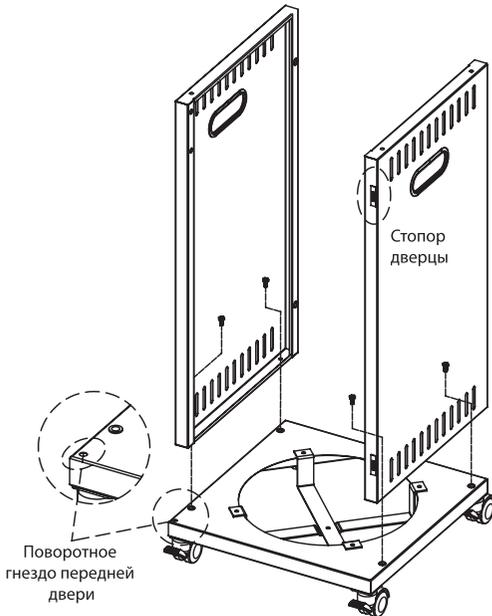

Рис. 6.
3. Установите левую боковую пластину и правую боковую пластину на основание с помощью четырех винтов с шестигранной головкой М6×12. Обратите внимание, что боковая пластина без дверного подсоса – это левая боковая пластина, которая устанавливается сбоку от отверстия передней двери, а правая боковая пластина с дверным подсосом устанавливается с другой стороны (рис. 6).